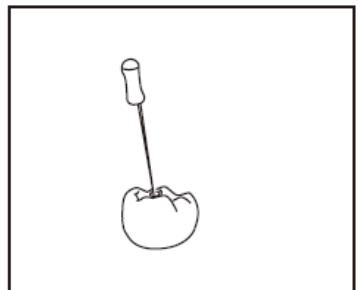

Рис. 10
5) Введите эндофайл в канал (Рис. 10).